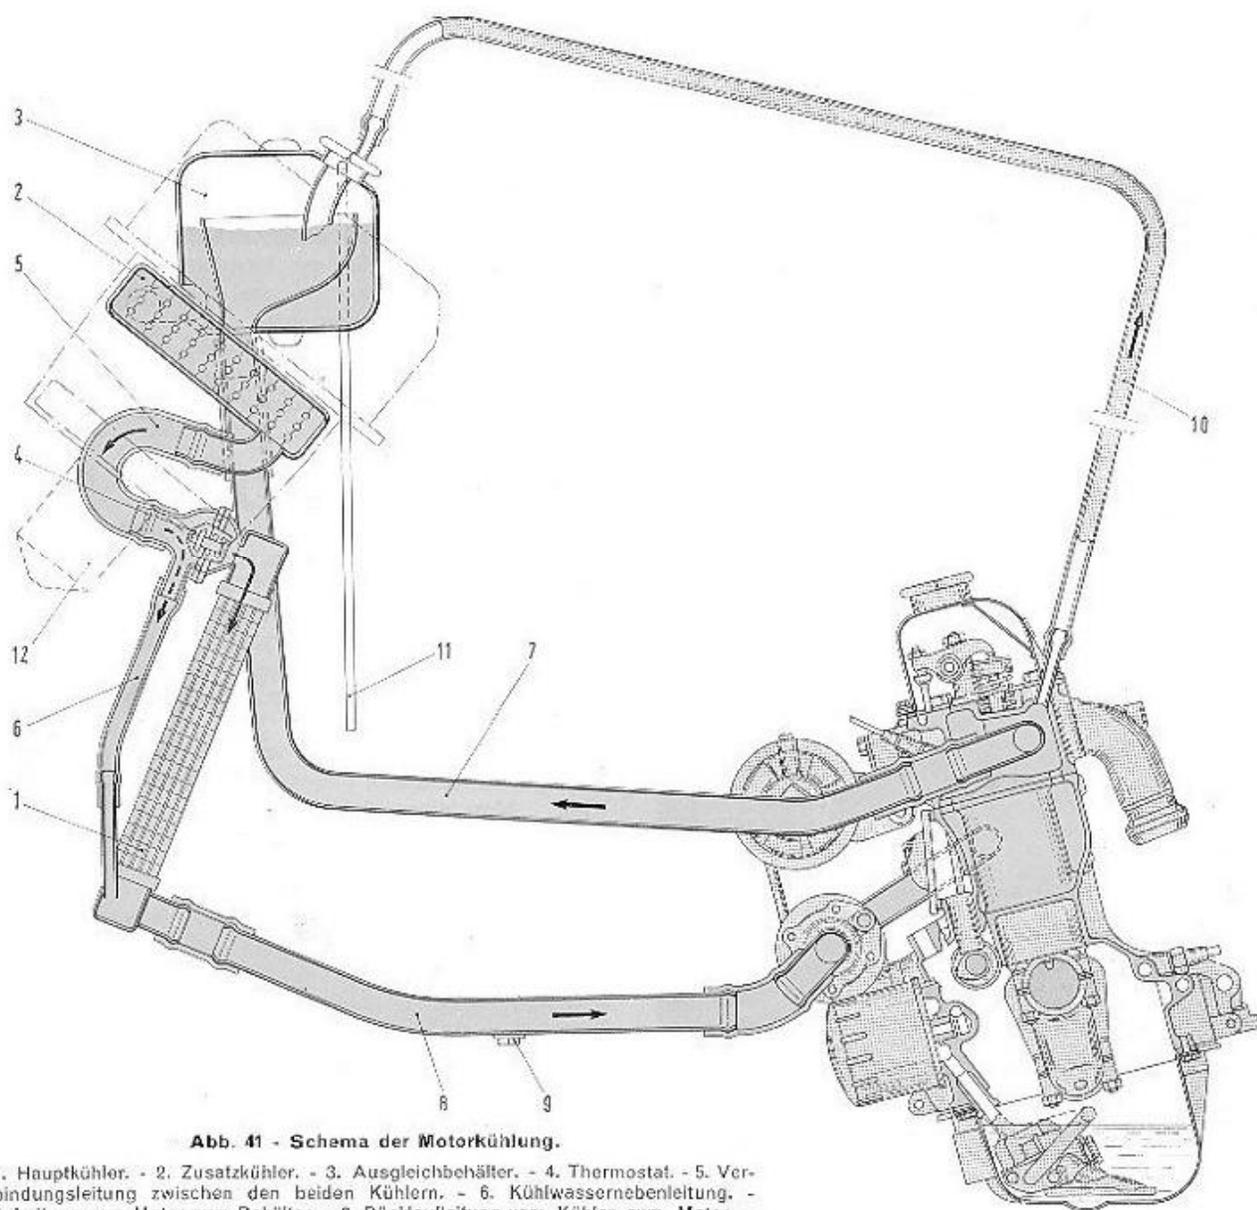

Abb. 41 - Schema der Motorkühlung.
Im Kühlkreislauf befinden sich zwei Kühler (Abbildung 41), und zwar ein Hauptkühler (1) und ein